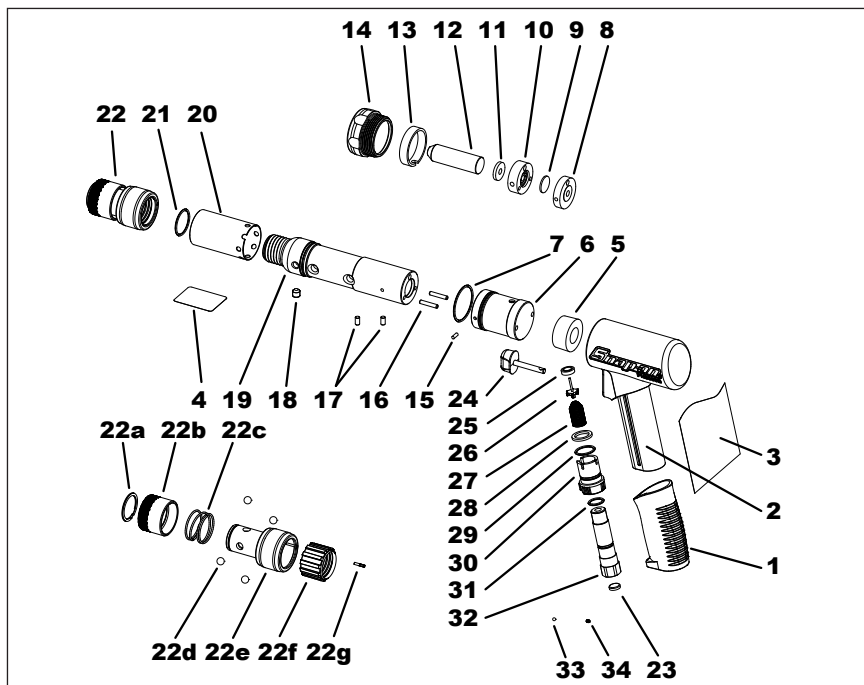

Figure 4: PH3050BR & PH3045A Pneumatic Hammer
- 以下のセクションで参照される部品は、図 4 で位置を示す番号と関連する部品の一覧で参照されています。
✓ 部品の一覧については、Figure 4 を参照してください。保守や修理には、**Snap-on** 純正の交換部品をご使用ください。整備や修理は、訓練を受けた担当者のみが行ってください。修理用部品およびサービスマニュアルは、最寄りの **Snap-on** 認定代理店から取り寄せることができます。